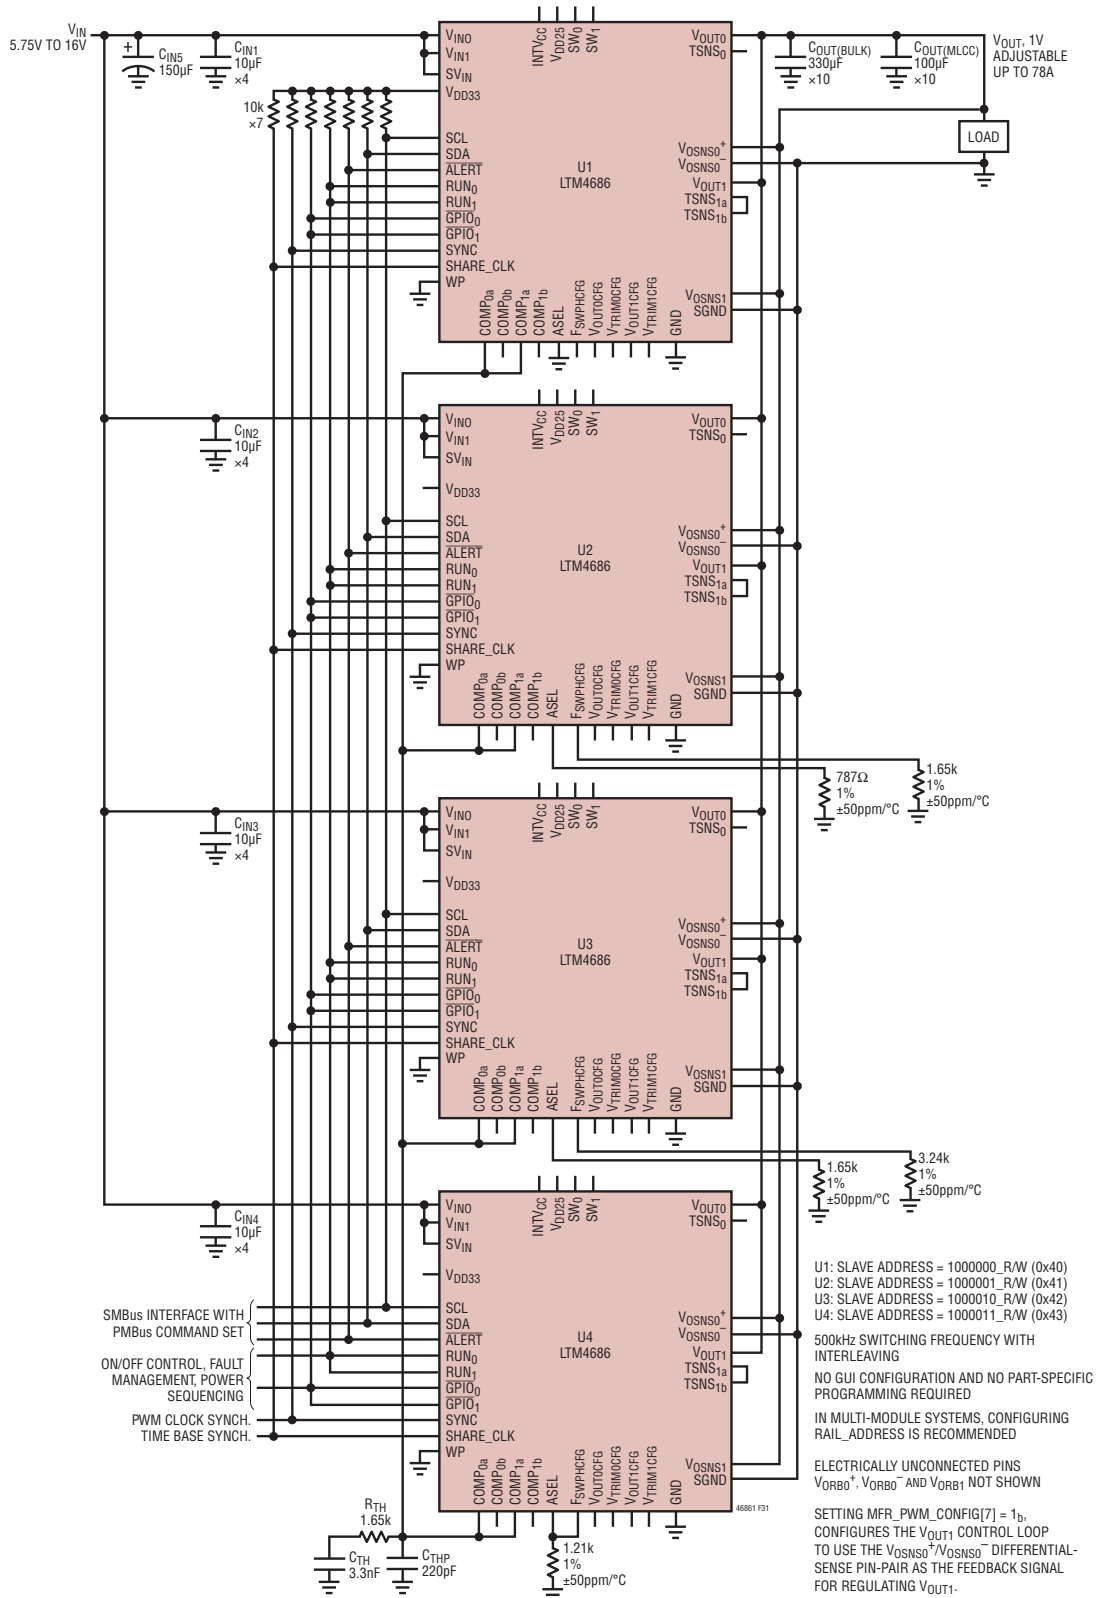

図31. 4つのLTM4686の並列接続による1V出力、最大78A。2線²C/SMBus/PMBusシリアル・インターフェースを介してアクセス可能なパワー・システム・マネージメント機能内蔵。DC1989B-Cで評価、LTM4686モジュールを個別仕様で搭載
- 並列モジュールの場合は、図31に示すように、 V_{OUTn} 、 V_{OSNS0^+}/V_{OSNS^-} 、あるいは $V_{OSNS1}/SGND$ の電圧検出差動ペア線、 RUN_n 、 \overline{GPIO}_n 、 $COMP_{na}$ 、 $SYNC$ 、および $SHARE_CLK$ ピンを互いに接続します。